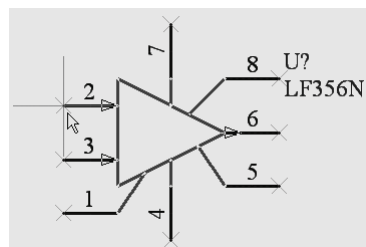

图 3-10 元件放置状态
(1) 在库文件面板的元件列表框中双击 LF356N, 或在选中 LF356N 时单击 **Place LF356N** 按钮, 库文件面板变为透明状态, 同时元件 LF356N 的符号附着在光标上, 跟随光标移动, 如图 3-10 所示。此时, 每按一次空格键, 元件将逆时针旋转 90° ; 按 X 键左右翻转, 按 Y 键上下翻转。
(2) 将元件移动到图纸的适当位置单击, 将元件放置到该位置。
(3) 此时系统仍处于元件放置状态, 光标上仍有同一个待放的元件, 再次单击又会放置一个相同的元件, 这就是相同符号元件的连续放置。
(4) 单击鼠标右键, 或按 **Esc** 键即可退出元件放置状态。